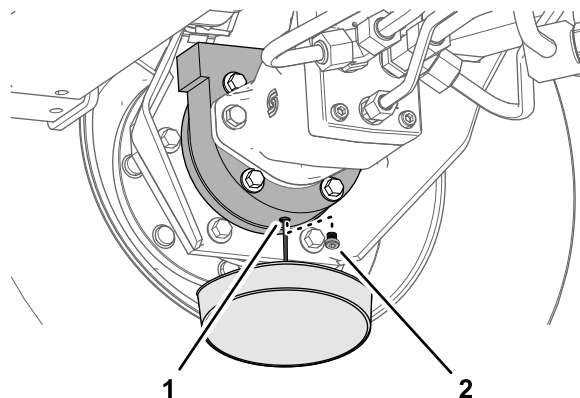

图 66
6. 将放油盘放在制动器箱下面取出排油塞让油完全排出图 66。